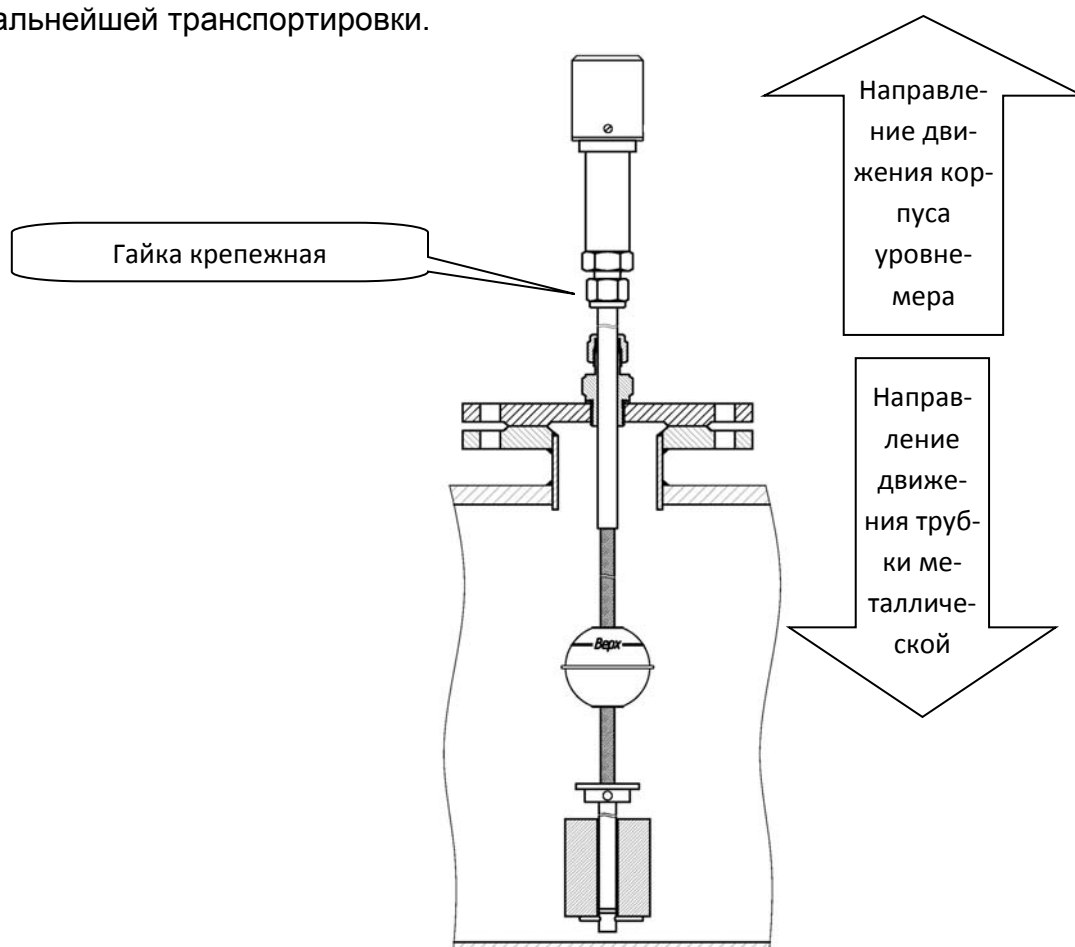

Рисунок 33 - Снятие металлической трубы
- 1) отвинтите крепежную гайку на корпусе уровнемера (рис. 33);